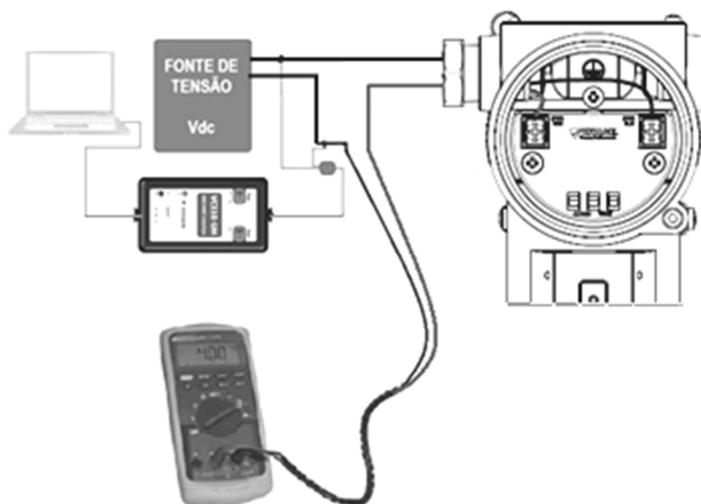

Figura 3.12 –Montagem para o trim de corrente do VPT10 HART.
Ajustes do sensor de pressão (calibração dos pontos inferior e superior, além do ponto de zero), da corrente de saída (4 mA e 20 mA) e do sensor de temperatura. A figura 3.12 mostra a ligação do amperímetro com o transmissor para o trim de corrente. Veja mais detalhes no item 3.8, a seguir.
Após a geração da corrente fixa pelo transmissor, com um amperímetro conectado em série (veja figura 3.12), o usuário poderá verificar a real corrente gerada e enviá-la por meio de comandos HART® ao equipamento, que executará a calibração interna e passará a gerar a corrente corrigida, permitindo que o usuário veja a nova corrente no amperímetro conectado, automaticamente. Este processo pode ser repetido por quantas vezes o usuário julgar necessário, até que a corrente esteja perfeitamente calibrada em ambas as extremidades (4 mA e 20 mA).